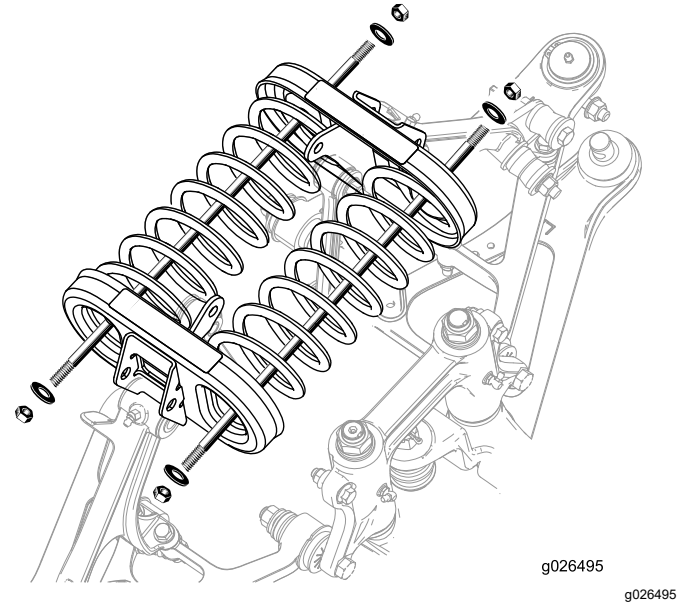

Figura 19
3. Instale las tuercas y las arandelas en ambos extremos de la varilla (Figura 19).
4. Apriete una de las tuercas de cada varilla para sujetar los muelles (Figura 19).